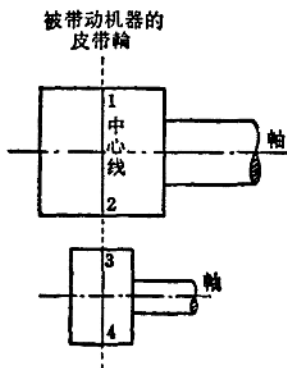

图 1-2 校正好的皮带传动
(1) 两皮带轮的轴互相平行；(2) 两皮带轮的宽度中心线必须在一条直线上，如图 1-2 所示。